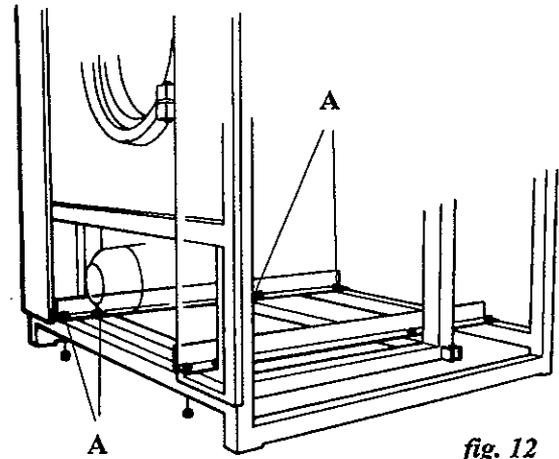

fig. 12
- Locate on the chassis base the two yellow fixing braces and dismantle. Four screws hold each brace to the machine (*fig. 12/A*).
- Localizar en la base del chasis los dos perfiles de fijación de color amarillo y desmontarlos. Cada perfil va fijado a la máquina por cuatro tornillos (*fig. 12/A*).
- Localiser sur la base du châssis les deux profilés de fixation jaunes et les démonter. Chaque profilé est fixé à la machine par quatre vis (*fig. 12/A*).